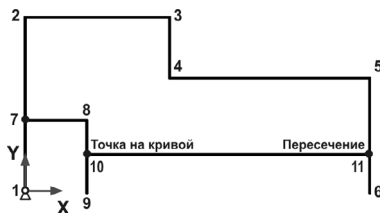

Рис. 66.6.
12. Постройте отрезок 10–11, изображающий сквозное отверстие в детали (рис. 66.6). Его начальную точку 10 укажите на отрезке 8–9 при помощи локальной привязки **Точка на кривой**. Конечную точку 11 укажите на отрезке 5–6 при помощи локальной привязки **Пересечение**.